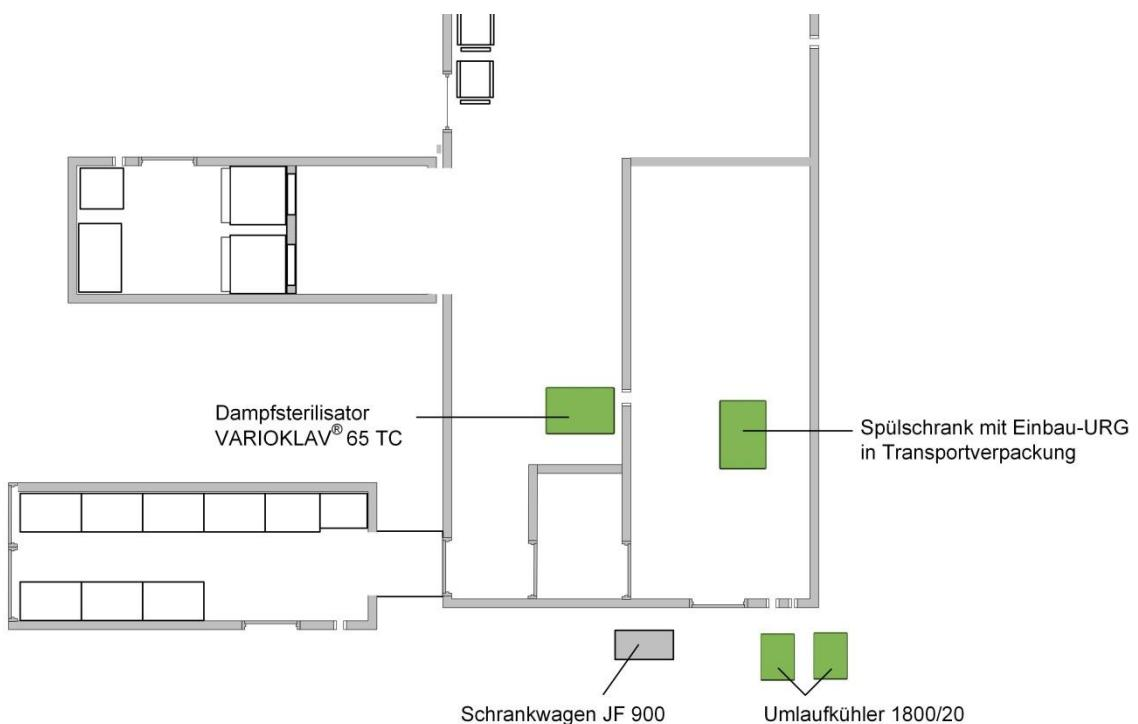

Abb. 9: Positionierung der Kisten 65 TC und Spülschrank
- ◆ Heben Sie die Transportkiste Spülschrank mit einem Stapler² aus dem Container und platzieren diese gemäß Abb. 9:.
- ◆ Heben Sie die Transportkiste 65 TC mit einem Stapler² aus dem Container und platzieren diese gemäß Abb. 9:.